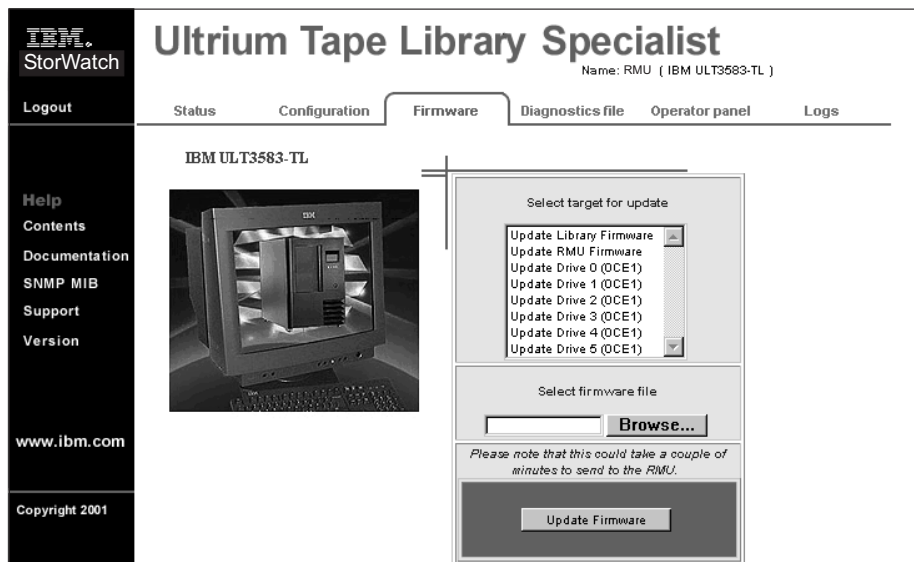

Abbildung 70. RMU-Seite "Firmware"
3. Rufen Sie die Webseite der RMU auf und wählen Sie die Registerkarte **Firmware** aus (siehe Abb. 70). Melden Sie sich an, falls eine Anmeldung erforderlich ist.